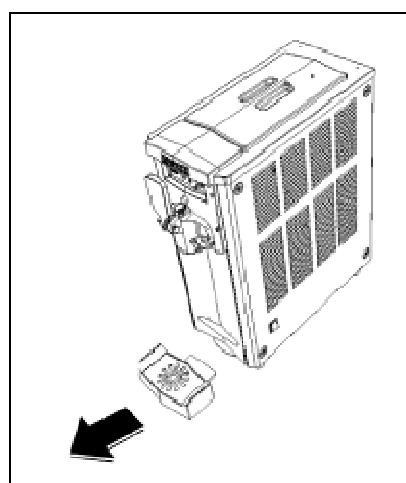

Fig. 16
- **R**imuovere la vaschetta raccogli gocce tirandola leggermente verso l'esterno (fig.16) e lavarla accuratamente con acqua calda e detersivo per stoviglie.